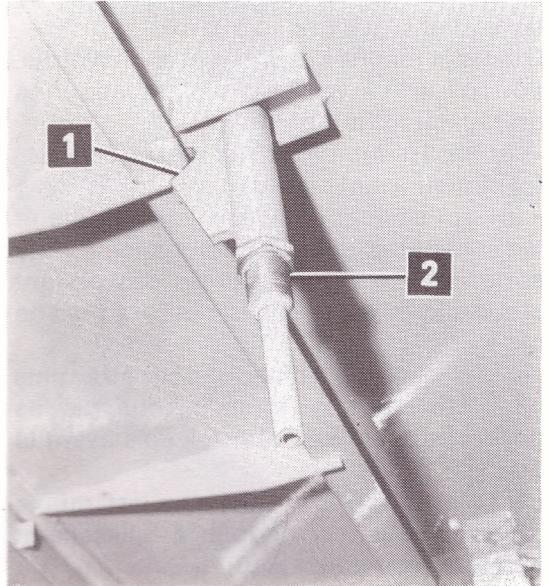

FIG. 29
L'encliquetage à ressort (1 fig 29) est à tension réglable par la vis (2).